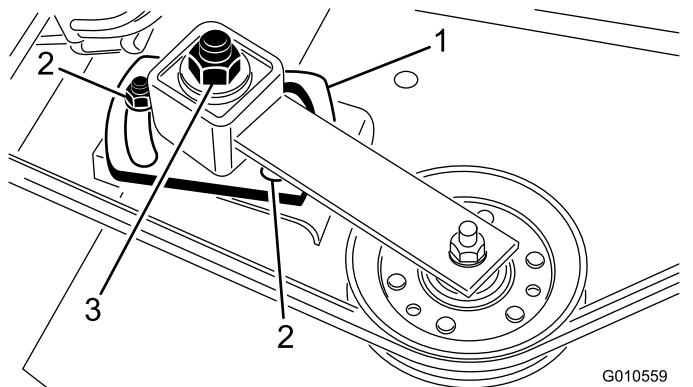

図 4
2. アイドラプレートを固定しているナット2個を外してアイドラブーリがベルトを押す力を解除する図 4。
3. 右スピンドルブーリからベルトを取り外す 図 4。